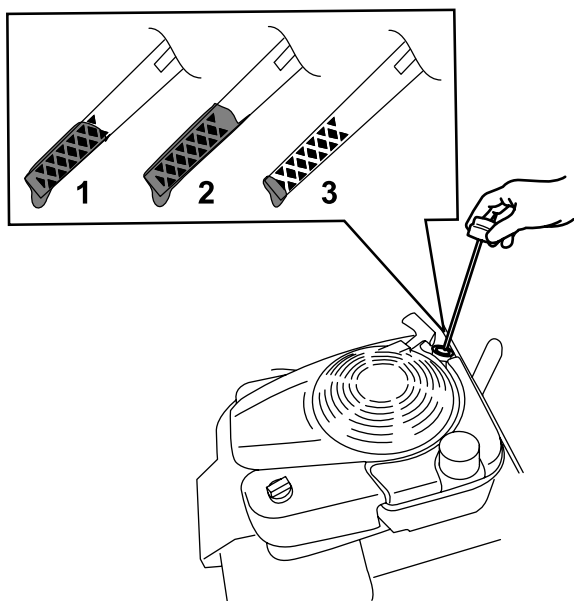

Figura 14
2. Girate il tappo in senso antiorario ed estraete l'asta di livello (Figura 14).
5. Controllate il livello dell'olio sull'asta (Figura 14).
- Se il livello di olio dell'asta è troppo basso (Figura 14), versate con cura una piccola quantità di olio detergente SAE 30 o SAE 10W-30 nel tubo di riempimento dell'olio, attendete 3 minuti e ripetete gli step da 3 a 5 finché il livello dell'olio sull'asta non risulta corretto. Per il tipo di olio, fate riferimento a Cambio dell'olio motore \(pagina 20\).
- Se il livello dell'olio sull'asta è troppo alto (Figura 14), drenate l'olio in eccesso finché il livello dell'olio sull'asta non risulta corretto; fate riferimento a Cambio dell'olio motore \(pagina 20\).